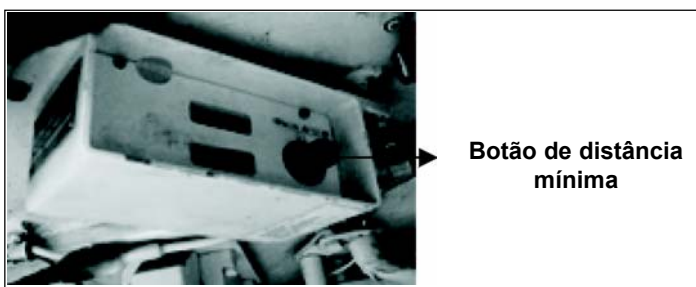

Fig 7-14. Caixa laser do Cmt CC
m) caixa laser do Cmt CC (Fig 7-14) - Fixada no teto da torre, à frente e à esquerda do Cmt CC, atrás dos periscópios, permite que as distâncias medidas pelo laser possam ser lidas pelo Cmt CC. Permite também, que o Cmt CC, registre um valor mínimo para as distâncias que devem ser processadas pelo computador. O botão de distância mínima possui as seguintes inscrições: 0,4 -1 -1,5 -2 -2,5 -3, que representam a distância em quilômetros (qualquer distância medida inferior à registrada, é ignorada pelo computador);